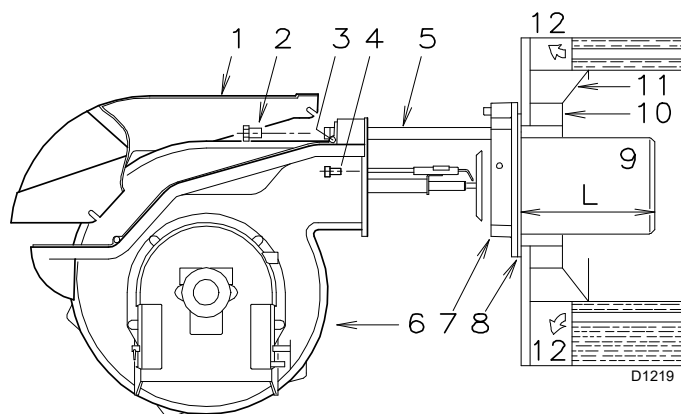

Abb. 11
Nach diesem eventuellen Vorgang den Flansch 7)(Abb. 11) an der Platte des Heizkessels befestigen und die beiliegende Dichtung 8) zwischenfügen. Tragen Sie vor dem Verwenden der 4, ebenfalls mitgelieferten Schrauben entsprechende Freßschutzmittel auf.
- den Brenner an der Scharniereinheit wie in der (Abb. 11 auf Seite 15) gezeigt öffnen;